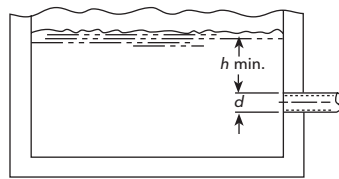

Figure 10
6. S'assurer que le diamètre (d) et la hauteur d'immersion minimale (h min.) de l'entrée du tuyau d'aspiration sont suffisants pour empêcher l'aspiration d'air par vortex (fig. 10 à 13).
Figures 10 à 13 — Disposition de la tuyauterie et rendement types